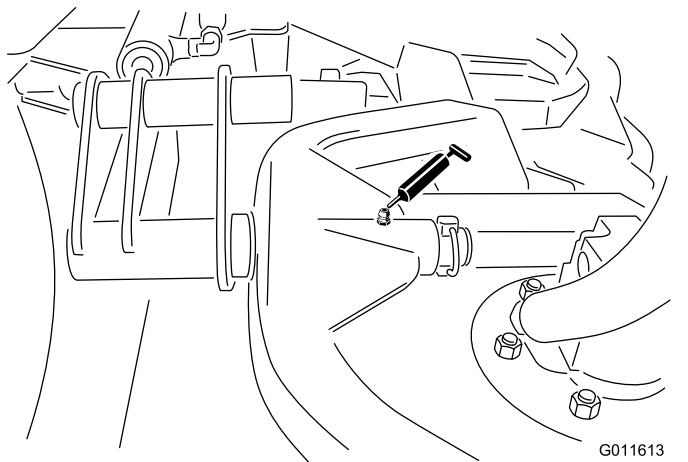

Figure 31
- Pivot de bâti porteur d'unité de coupe (x 1) – Figure 31